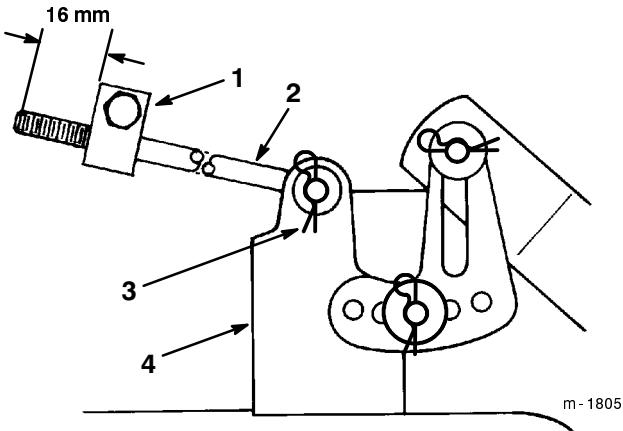

Bild 49
6. Messen Sie die Länge der Stange, die vorne aus dem Einstellblock an den Seiten des Fahrgestells heraussteht (Bild 49). Entfernen Sie, wenn die Länge der Stange nicht 16 mm beträgt, den Splint und die Scheibe vom Ende der Stange (Bild 49) und drehen die Stange, bis die Länge von 16 mm erreicht ist. Bringen Sie dann das Ende der Stange im Loch im Schneidwerkträger an und sichern es mit einer Scheibe und dem Splint ab. Wiederholen Sie diesen Vorgang an der anderen Schneidwerkseite.